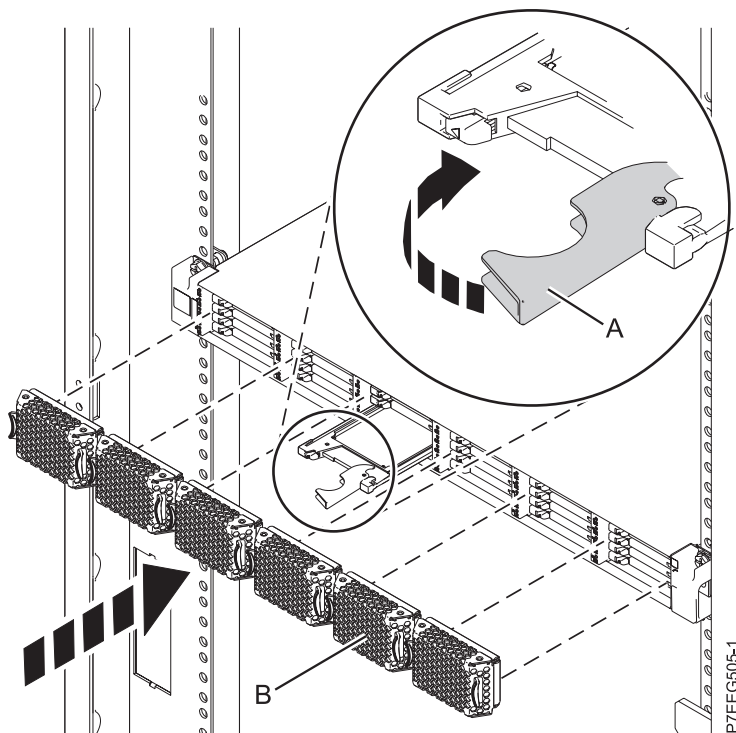

Figura 44. Substitució d'una unitat d'estat sòlid a Allotjament d'emmagatzematge EDR1 PCIe.
4. Quan el LED d'identificació de la unitat d'estat sòlid es torni sòlid, feu lliscar tota la unitat d'estat sòlid cap a Allotjament d'emmagatzematge EDR1 PCIe fins que quedi ben encaixada. A continuació, feu girar la nansa (A) fins a la posició de bloqueig. Consulteu Figura 44 a la pàgina 68.
6. Instal·leu la tapa bisellada (B).